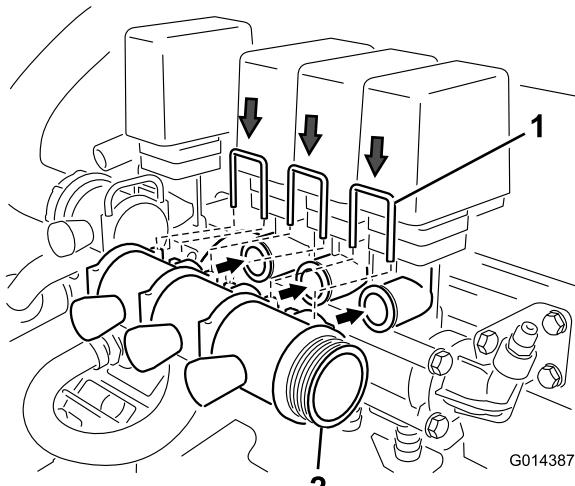

Figure 2
1. Goupille à extraction rapide (3)
2. Bouchon (3)
3. Posez l'ensemble valve d'équilibrage comme illustré à la Figure 2, et fixez-le avec les 3 goupilles à extraction rapide retirées à l'étape 2.